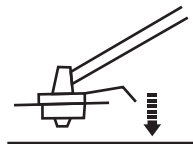

Fig. 19
- > La tête du coupe-herbe comporte un bouton [33] permettant de rallonger le fil de coupe [34] en cours d'utilisation. Pour rallonger le fil de coupe, tapotez le butoir contre une surface dure (Fig. 19).